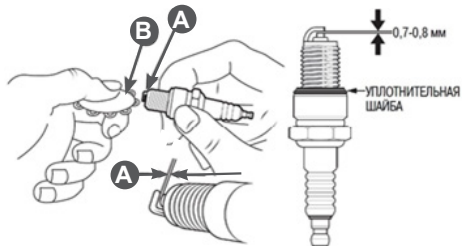

Рис. 25. Обслуживание свечи зажигания
4. Измерьте зазор А между электродами свечи зажигания специальным щупом В (Рис. 25). Зазор должен быть 0,7-0,8 мм. При увеличении или уменьшении требуемого зазора, рекомендуется заменить свечу, так как регулировка зазора может привести к изменению качества искрообразования.